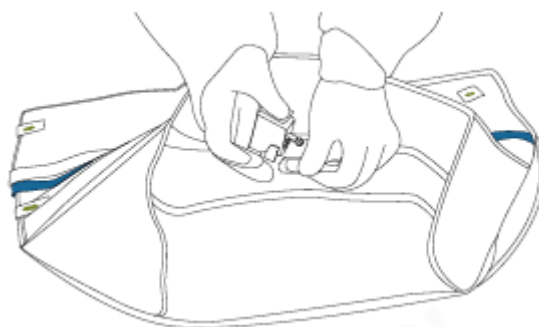

Рисунок 6.3. Установка переходника для троакара
3. Совместите выемку на левой стороне переходника для троакара с вставкой на левой стороне интерфейсной прокладки и осторожно вдавите правую сторону переходника для троакара в интерфейсную прокладку. (Рисунок 6.3)